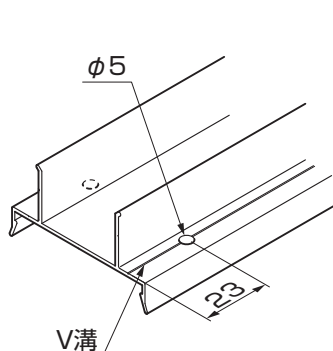
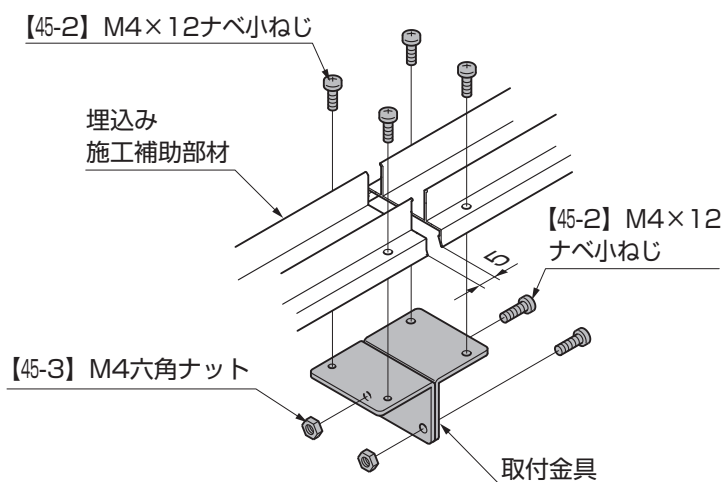

図9-3 連結仕様の場合の
図9-4 連結仕様の場合
- ①埋込み施工補助部材を連結させる場合は、埋込み施工補助部材に穴加工をして取付金具を【45-2】、【45-3】で取付けてください。(図9-3、図9-4参照)